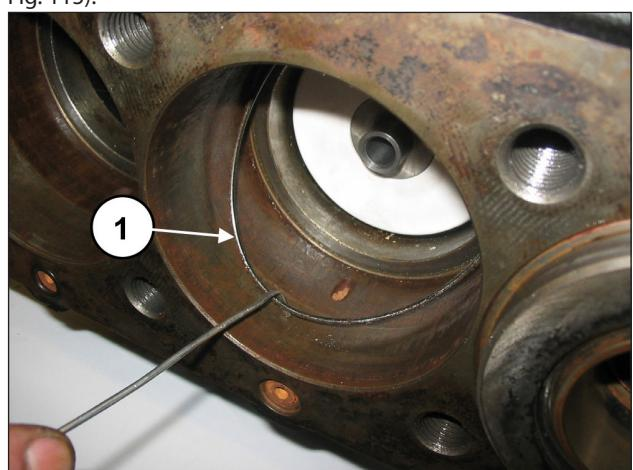

Fig. 115
Déposer le joint torique du fond du support des joints au cas où il serait resté à l'intérieur du carter de pompe (rep. ①, Fig. 115).